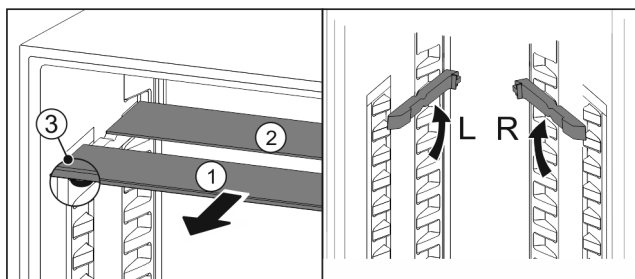

Fig. 115
- По одной извлеките Fig. 115 (1) стеклянные панели движением вперед.
- Стеклянная панель Fig. 115 (1) с декоративной планкой лежит спереди.
- Стопоры Fig. 115 (3) показывают вниз.